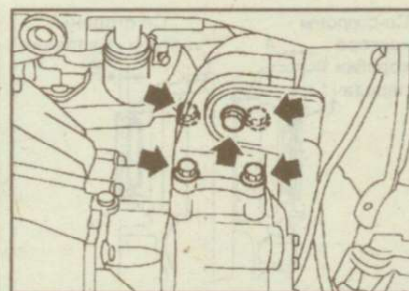

Рис. 9.19. Расположение болтов крепления левой опоры силового агрегата
13. Выверните болты крепления левой и задней опор силового агрегата (рис. 9.19, 9.20).